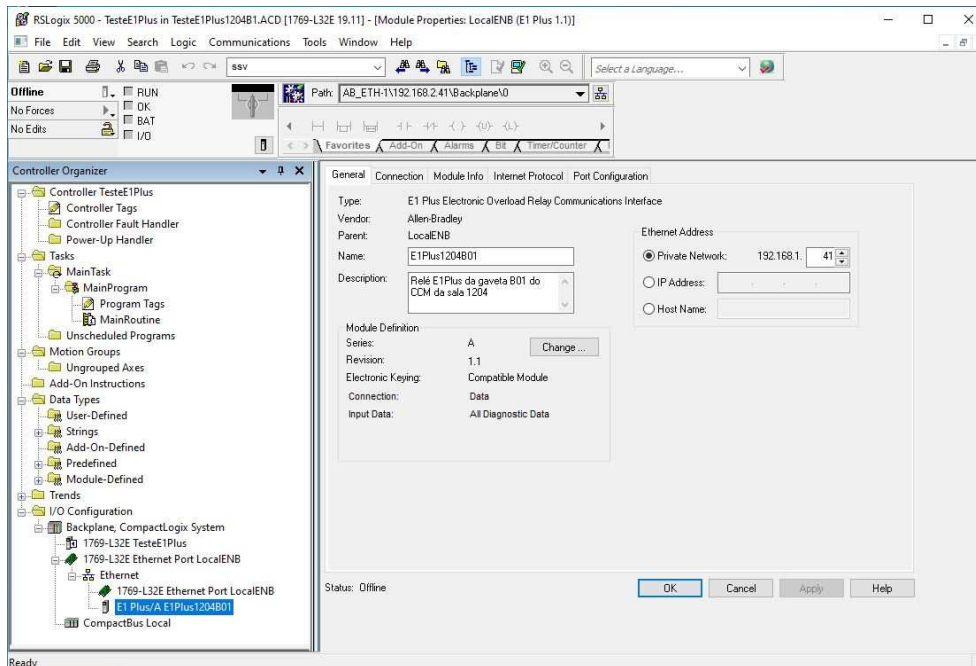

Figura 6 – Propriedades do relé eletrônico de sobrecarga E1 Plus
- 1.2. Na vista do controlador (lado esquerdo), verifique inicialmente que a configuração de hardware deste programa já inclui a conexão com o relé eletrônico E1 Plus. Clique com o botão direito do mouse sobre o mesmo e escolha “propriedades” (figura 6).